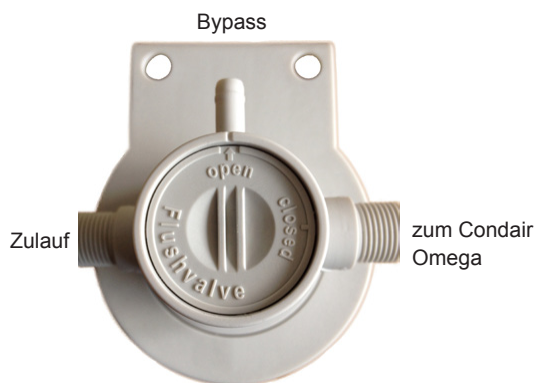
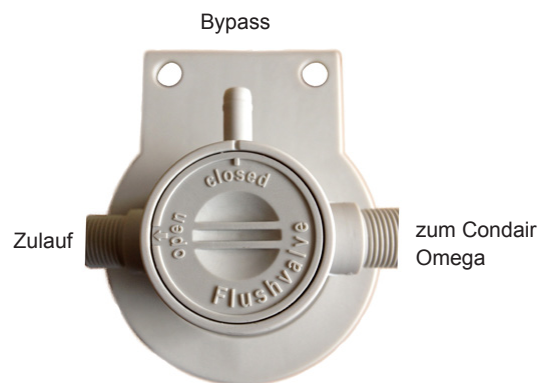

Abb. 21: Ventil auf "Bypass" einstellen (Spülstellung)
Abb. 22: Ventil auf "Zulauf" einstellen (Betriebsstellung)
9. Das Ventil am Filterkopf so einstellen, dass "open" auf den "Bypass" zeigt (Spülstellung, siehe Abb. 21). Das Ventil solange in dieser Stellung behalten, bis blasenfreies Wasser austritt. Anschliessend das Ventil am Filterkopf so einstellen, dass "open" auf den "Zulauf" zeigt (Betriebsstellung, siehe Abb. 22).